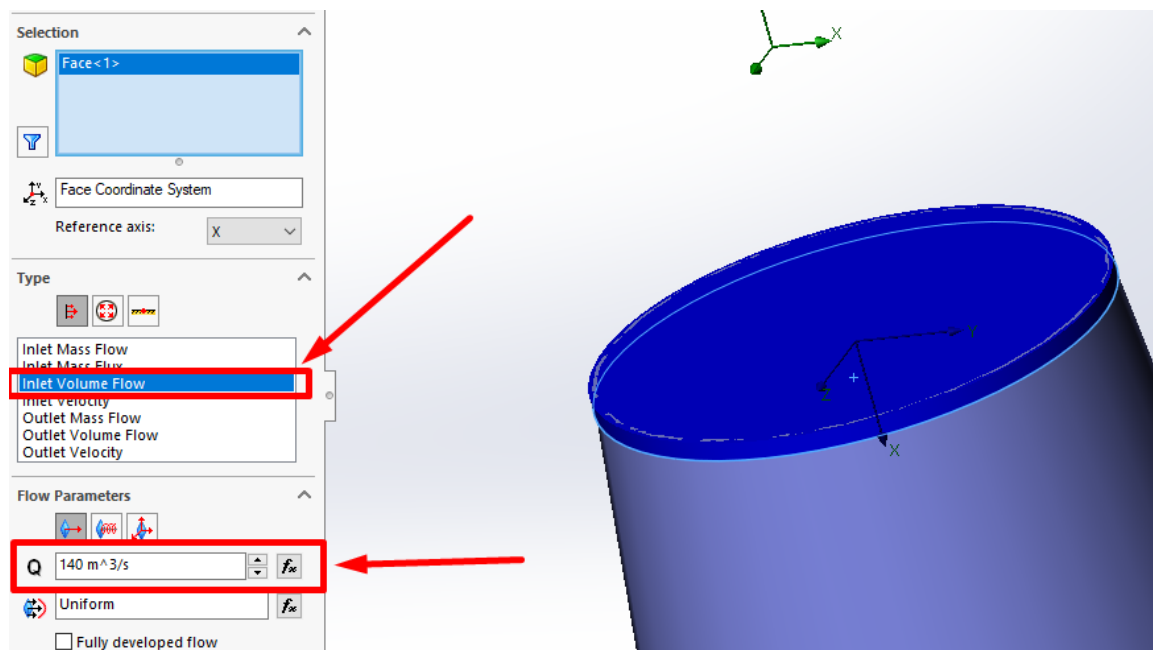

Рисунок 10.21 – Завдання значення об'ємної витрати на вході у відсмоктуючу трубу
4. Установіть **Volume Flow Rate Normal to Face** (Об'ємна витрата перпендикулярно до поверхні) на  $140 \text{ м}^3/\text{с}$  (рис. 10.21).